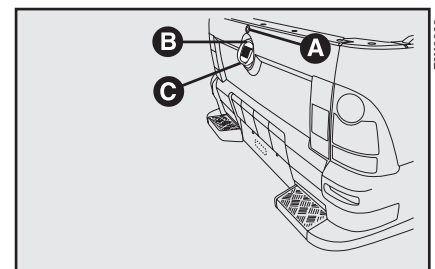

fig. 81
- inserire la chiave nella serratura A-fig. 81 e ruotarla in senso antiorario;